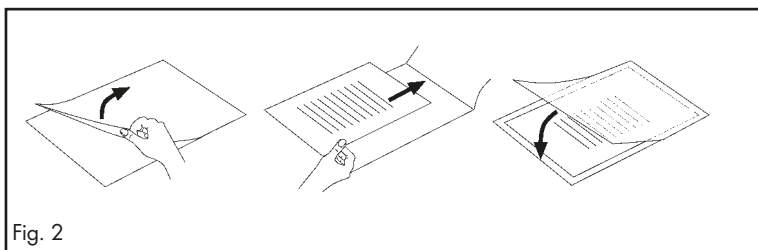

Fig. 2
- ▶ Sørg for kun at bruge én folie til laminering. Klap den op på forhånd som vist på f.eks. fig. 2.
- Sørg for kun at bruge én folie til laminering. Klap den op på forhånd som vist på f.eks. fig. 2.